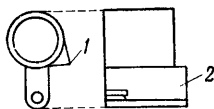

Рис. 5. Шомпольная трубка:
8. **Шомпольная трубка** (рис. 5) служит для направления движения шомпола.